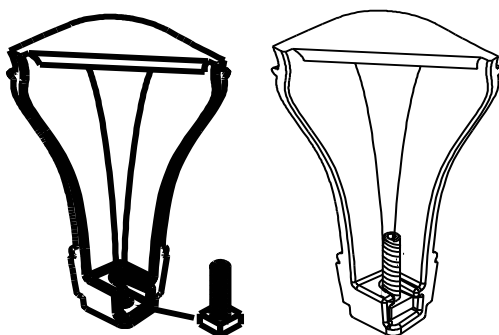
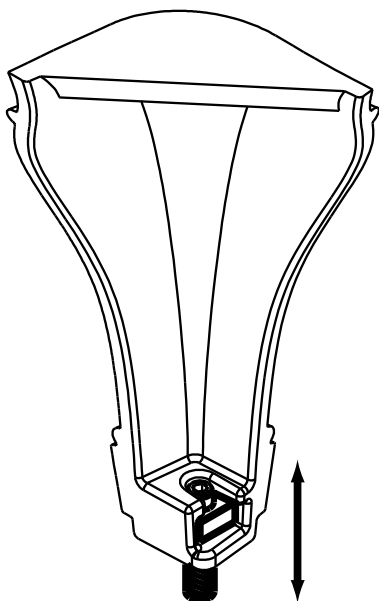

Figure 23.2
Figure 23.3 – Boulon entièrement allongé
2. Introduisez les écrous et boulons assemblés dans les rainures des pieds, les écrous étant placés en bas (**Figure 23.2**). Utilisez une clé de 5/32 po. Pour monter et descendre les pieds, utilisez une clé Allen de 3,96 mm (**Figure 23.3**).